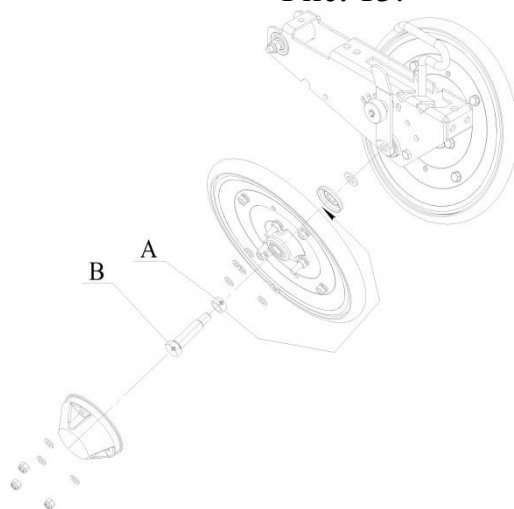

Рис. 16.
Второй способ (Рис. 16)
1. Демонтируйте защитные пластиковые крышки и открутите болты В (Рис. 16) (на левой стороне левая резьба).